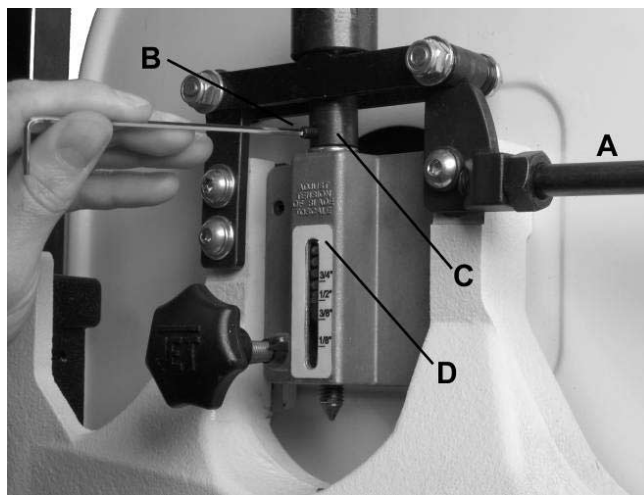

Рисунок 8.
3. Поверните ручку натяжения полотна (Рис. 6) по часовой стрелке, чтобы увеличить натяжение. Индикатор ширины полотна (D, Рис. 8) отображает примерное натяжение в соответствии с шириной пильной ленты. Поначалу устанавливайте натяжение полотна из условий ширины полотна.*
7. При помощи торцевого шестигранного ключа 2,5 мм ослабьте установочный винт (B, Рис. 8) в нижней втулке (C, Рис. 8).
8. Используя плоскогубцы поверните втулку (C, Рис. 8) только на 1-2 оборота.
9. Затяните установочный винт (B, Рис. 8) и проверьте правильность натяжения. При необходимости повторите операцию.